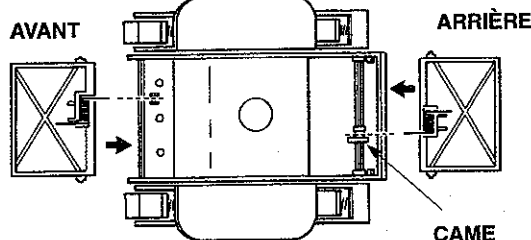

Figure 12
- b) Les volets de remplacement sont similaires, mais sont marqués "Front" (avant) et "Rear" (arrière). **Les ressorts des volets étant différents, il est absolument indispensable d'installer les volets du côté approprié.** Toute erreur diminuerait les performances de votre Navigator. Lors de l'installation du volet avant, veillez à ce que le fil étendu du ressort soit inséré dans l'encoche située sur le devant du corps inférieur (voir Figure 12). Poussez le volet jusqu'à ce qu'il soit en place. Le volet se mettra en place avec un déclic. Répliez le volet vers la base du Navigator. Vous sentirez à ce moment une certaine résistance (normale). Lorsque le volet se mettra en place, vous sentirez l'action exercée par le ressort et remarquerez que le volet avant sera revenu dans sa position de fonctionnement normal.
Lors de l'installation du volet arrière, le fil étendu du ressort doit être placé contre l'une des surfaces plates de la came (voir Figure 12).